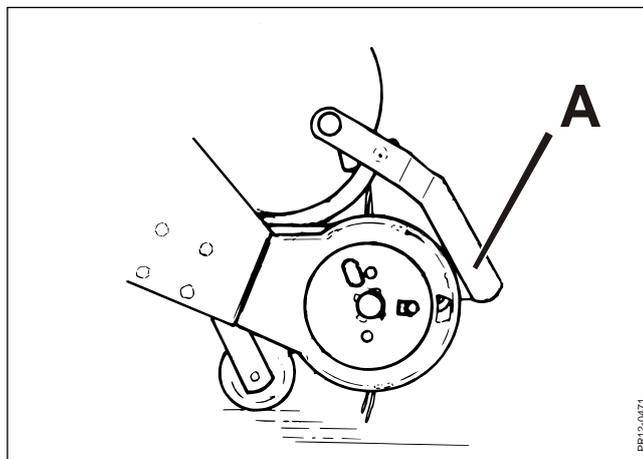

Fig. 5-1
**Fig. 5-1** Cuando trabaje con cultivos fuertes y pesados debería desmontar la placa de entrada de alimentación **A** que se encuentra sobre el recogedor, ya que en esas circunstancias el sinfín puede empujar fácilmente el cultivo hacia la parte de sección de alimentación. Además, así tendrá unas condiciones óptimas para invertir el sinfín sin problemas, ya que la placa de alimentación **A** evita que el cultivo se expulse del sinfín de forma no controlada.